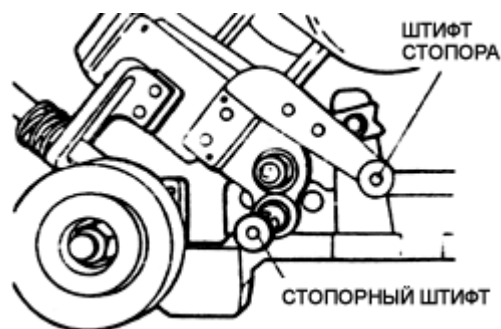

Рис.17.
- Вставьте стопорный штифт и проверьте устойчивость рамы (рис. 17).